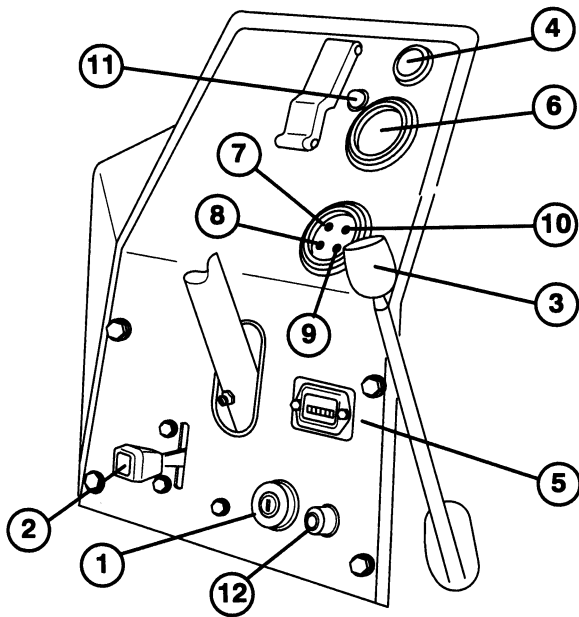

Fig. 10
Løftehåndtag til klippeenheder (Fig. 10)—
Kontakt for til/frakobling af klippeenheder (Fig. 10)—Kontakten har to stillinger: TILKOBLET (ENGAGE) og FRAKOBLET (DISENGAGE). En gul lampe på instrumentbrættet lyser, når knivcylindrene drejer. Træk kontaktarmen ud for at gå fra frakoblet til tilkoblet.
Timetæller (Fig. 10)—Registrerer det totale antal timer, maskinen har været i brug. Timetælleren starter, når tændingsnøglen drejes til TILSLUTTET (ON).
Temperaturmåler (Fig. 10)—Registrerer kølevandstemperaturen i systemet.
Olietrykskontrollampe (Fig. 10)—Lyser, hvis motorens olietryk falder under et sikkert niveau.
Vandtemperaturlampe (Fig. 10)—Lampen lyser og motoren standser automatisk, når motorens kølevandstemperatur bliver for høj.
Ladelampe (Fig. 10)—Ladelampen bør ikke lyse, når motoren går. Hvis den gør det, skal ladesystemet kontrolleres og evt. repareres.
Gløderørskontrollampe (Fig. 10)—Kontrollampen lyser, når gløderørene er aktiverede.
Koldstartsknap (Fig. 10)—Ved koldstart skal der trykkes på koldstartsknappen for at frakoble manøvpumpen elektrisk. Så snart motoren starter, slippes knappen.